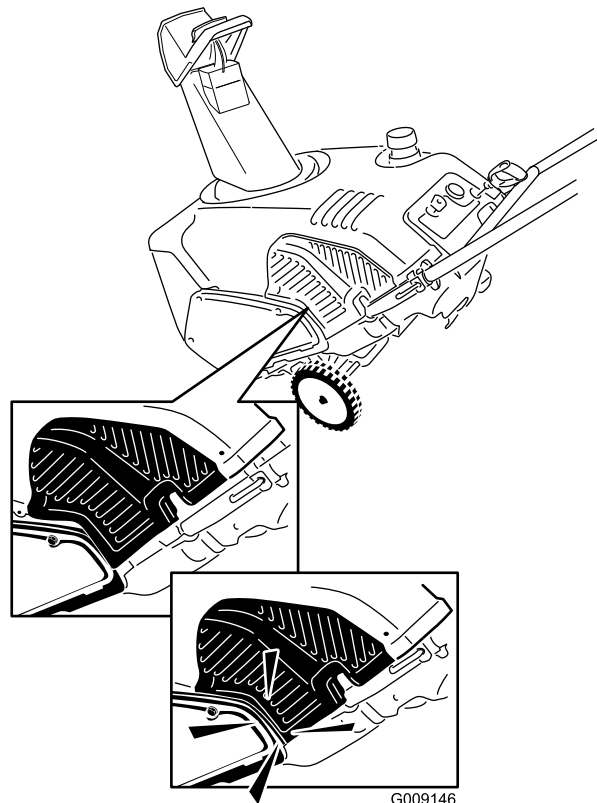

**Figure 33**
**Remarque:** Le bord supérieur du déflecteur d'échappement doit s'engager dans les languettes situées sur l'intérieur du carénage (Figure 33).